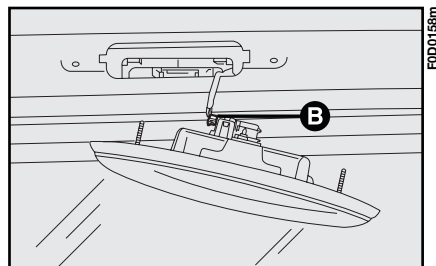

fig. 25
2) staccare il connettore **B**-fig. 25;